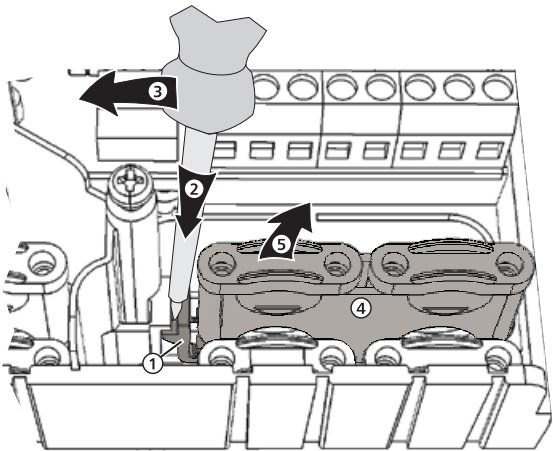

Abb. 5: Rechte Kunststoffbrücke entfernen
- 1. Schlitzschraubendreher an der rechten Kunststoffbrücke zwischen Gehäuse und Federklemme ① ansetzen ② (Abb. 5).
- 2. Schlitzschraubendreher vorsichtig nach links drücken ③. Dabei die Federklemme ① nach rechts hebeln, bis die Kunststoffbrücke ④ frei ist.
- 3. Kunststoffbrücke mit der freien Hand nach oben herausziehen ⑤.